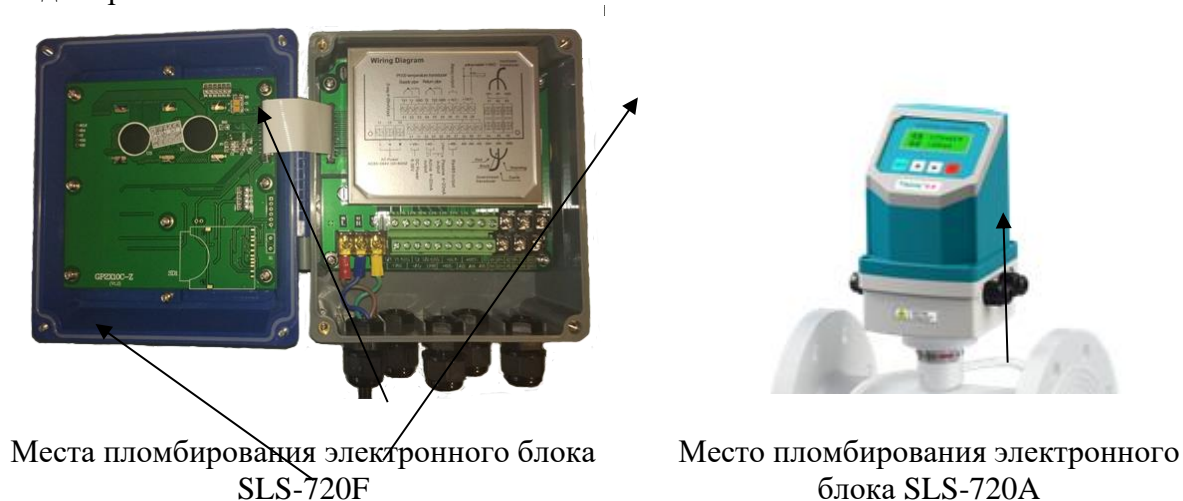

Рис.5. Место пломбировки ЭБ расходомера
1.11.2. После проверки пломбируется разъем питания и связи (рис.5) на корпусе расходомера.